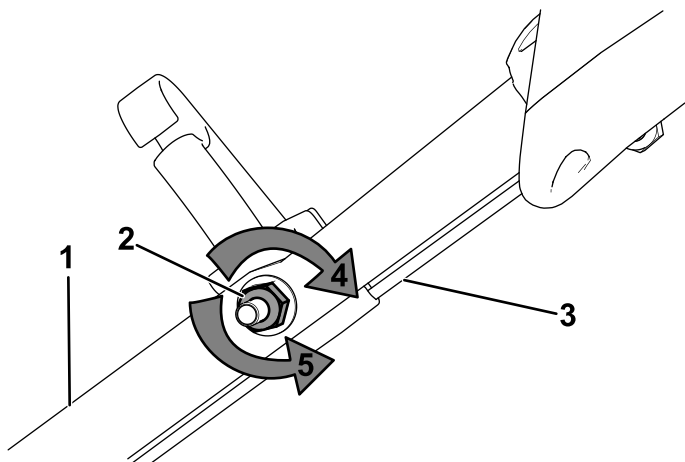

Figure 29
1. Tournez l'écrou de réglage dans le sens antihoraire pour desserrer le réglage du câble (Figure 29).
2. Ajustez la tension du câble (Figure 29) en le tirant en arrière ou en le poussant en avant puis en le maintenant à cette position.